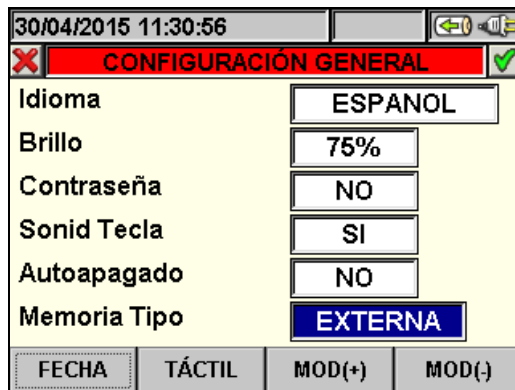

Fig. 16: Pantalla Programación Memoria tipo
1. Posicione el cursor con la tecla flecha arriba o abajo sobre el campo correspondiente a la función “Memoria Tipo” evidenciado sobre fondo azul, como muestra la Fig. 16: